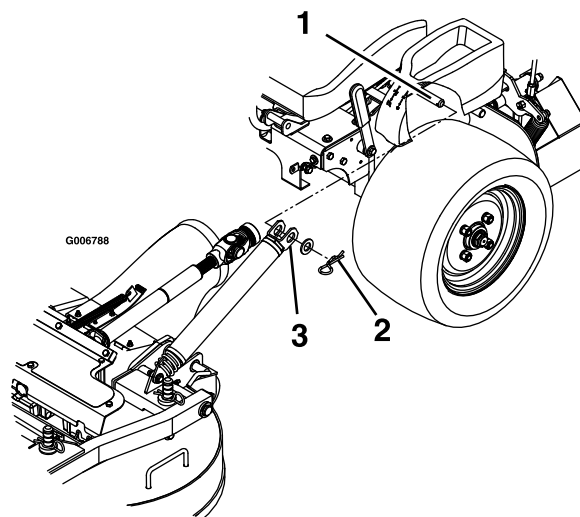

Figura 78
4. Retire las chavetas y las arandelas de la parte superior del muelle de elevación asistida de la carcasa en cada lado de la máquina (Figura 78).
10. Instale los muelles en los pasadores de anclaje debajo de las consolas derecha e izquierda y fíjelos con una arandela y una chaveta (Figura 78).